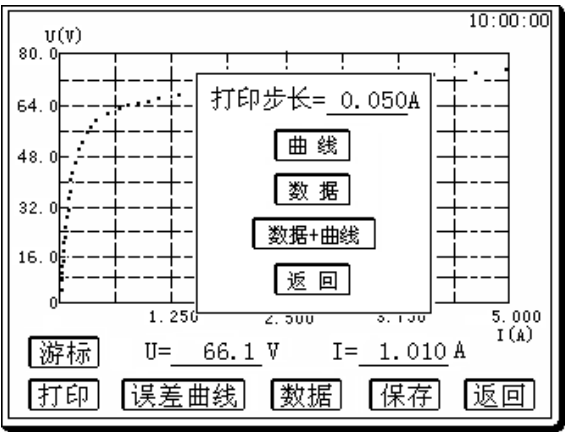

图 10
**打印：**使用旋转鼠标将光标移至 **打印** 选项上选定，界面上将弹出打印内容对话框（如图 10 所示）。设置好打印步长，并通过旋转鼠标选择打印当前测试的曲线、数据或曲线加数据组，即可打印出相应的内容。数据打印在 3 倍拐点电流前按步长，3 倍拐点电流后按步长的整数倍（2、5、10、20……倍）来打印。